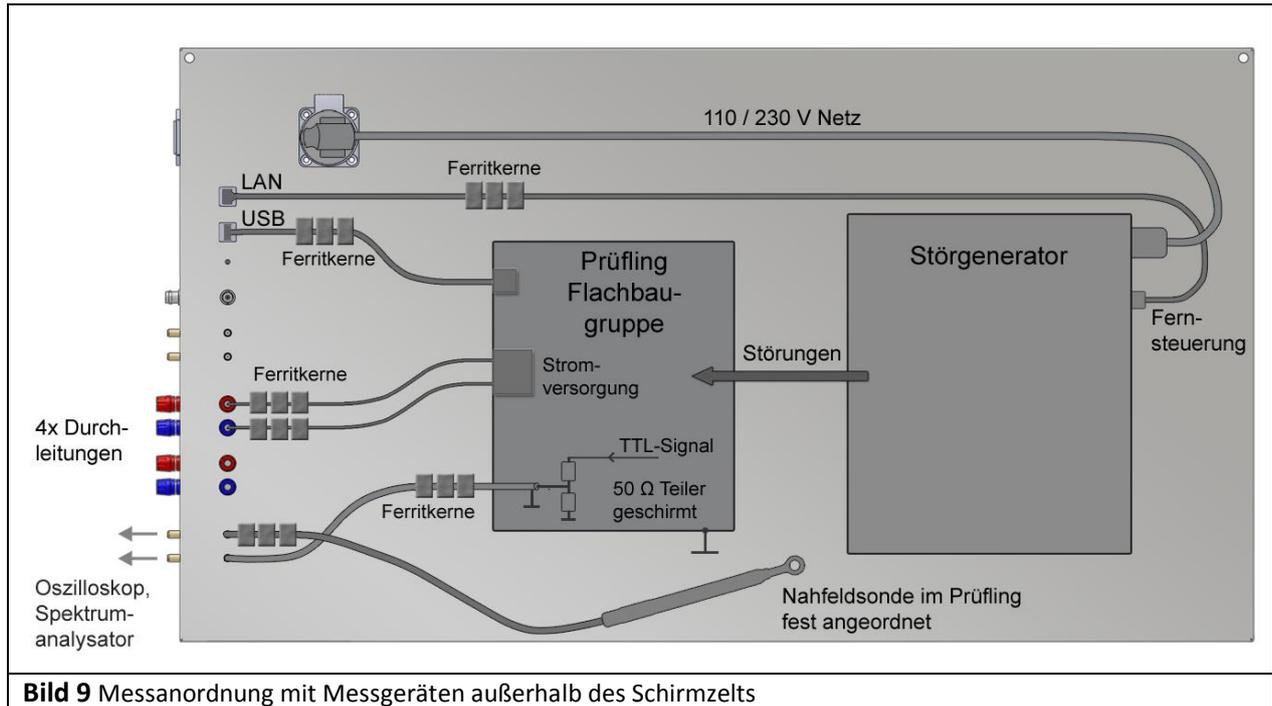
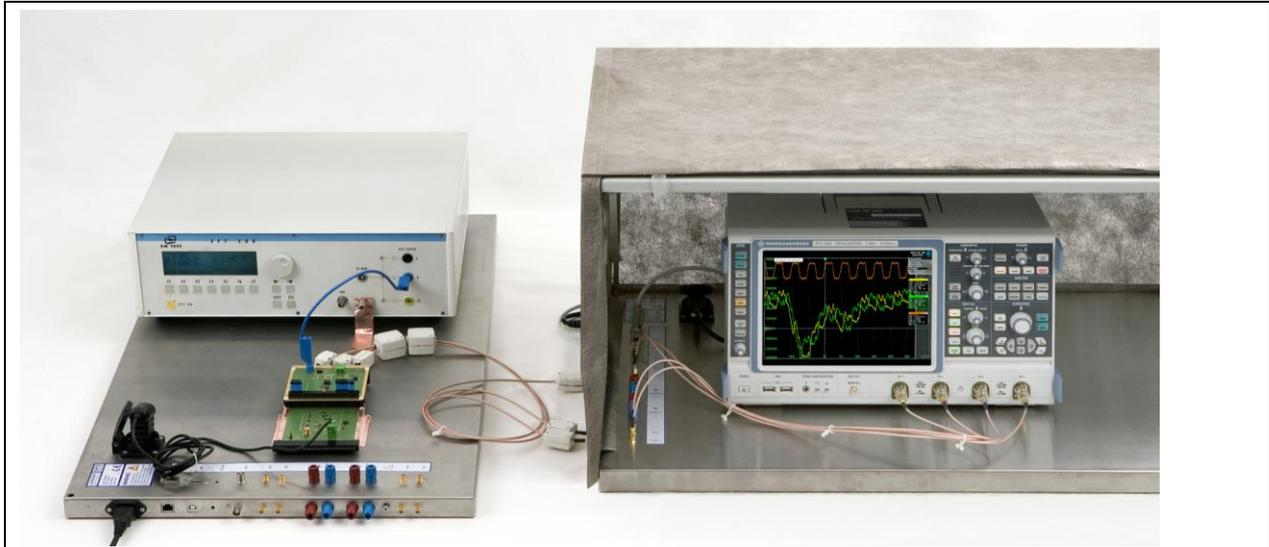

**Bild 8** Messanordnung mit Messgeräten innerhalb des Schirmzelts
**Bild 9** Messanordnung mit Messgeräten außerhalb des Schirmzelts
**Bild 8** und **Bild 9** zeigt die Verkabelung des Meßgerätes im Schirmzelt. Die externe Verkabelung zum Prüfling muß mit hoher Sorgfalt hergestellt werden. Bei mangelhafter Ausführung kann Störspannung in die geschirmten Messleitungen und Schnittstellenleitungen eindringen und das Meßgerät zerstören. Die SMA-Verschraubungen der externen Messleitungen müssen fest angezogen sein. Das korrekte Verschrauben der SMA-Steckverbinder muß an der Grundplatte GP23 und am Prüfling sichergestellt sein. Im Prüfling ist ein geschlossener geschirmter Verlauf der Messleitungen und eine Schirmung des Messteilers erforderlich. Das kann bei niedriger PegelEinstellung des Störgenerators geprüft werden. Wenn kein 50 Ohm Messwertempfänger mit geschirmten HF-Anschluß (Stromzange mit 50 Ohm Ausgang) vorliegt, kann aus SMD-Widerständen (0603) ein 50 Ohm Teiler hergestellt werden (150/50 oder 150/75 Ohm). Damit können empfindliche TTL-Signale aus einer Elektronik aufgenommen werden.
Im **Bild 9** ist der Prüfling und der Stör-generator im Schirmzelt angeordnet. Das Messgerät wird extern angeordnet und über die HF-Durchführungen der Grundplatte mit dem Prüfling verbunden. Das Schirmzelt, die Durchführungen und die Filter der Grundplatte halten die Störungen des Stör-generators zurück. Der Anschluß der Messleitungen und Interface-Verbindungen an den Prüfling erfolgt wie oben beschrieben. Zusätzlich kann es notwendig sein weitere Verbindungen wie die Stromversorgung und die Interface-Verbindungen mit Klapp-Ferriten zu versehen. Die Stromversorgung (max. 50 V) erfolgt über die gefilterten Durchleitungen für Laborkabel.
In Bild **Bild 10** und **Bild 11** sind zwei Messbeispiele dargestellt. In den Bildern ist bei der Messung die Klappe des Schirmzeltens offen. Ob sie bei der Messung geschlossen werden muss, hängt vom Störaufkommen und von der Störfestigkeit des Messgerätes ab. Aus diesem Grund ist es auch wichtig, die Messung mit kleinen Pegeln zu beginnen. Sicherheitshalber ist die Klappe zu schließen. Bei geschlossener Klappe kann es im Schirmzelt durch die Verlustleistung des Meßgerätes zum Wärmestau kommen. In diesem Fall kann ein Lüftereinschub an die Rückwand des Zeltes gestellt werden. Die Lüfter des Lüftereinschubs (**Bild 8**) saugen durch das Gewebe des Schirmbezugs die warme Luft aus dem Innenraum ab.